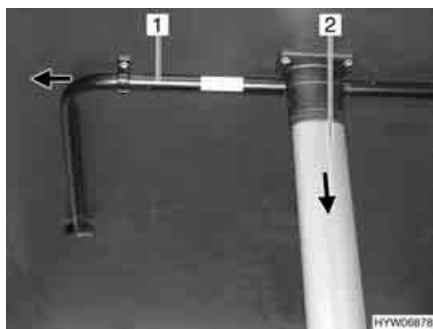

Fig. 71 Tavolo sospeso con piede ribaltabile e puntello
- Spingere il puntello (Fig. 71,1) nella direzione della freccia e ribaltarlo.
- Tirare il piede del tavolo (Fig. 71,2) nella direzione della freccia e ripiegarlo.